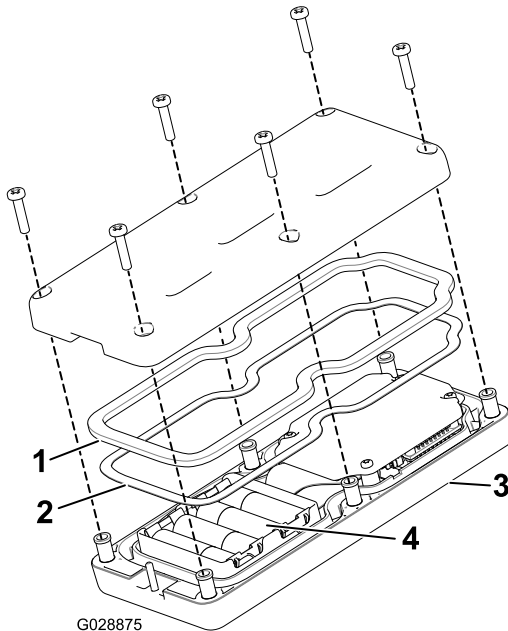

図 12
2. 新しい電池を入れる 向きに注意すること。電池を正しく入れないと、機械が損傷することはないが、操作ができない。電池を入れる箇所にはプラス・マイナスの表示がある図 12。
3. スチール製のガスケットとゴム製のシールをリモートの溝にきちんとはめ、バックカバーを取り付ける (図 12)。
4. ねじ6本を使ってカバーを固定し図 12、各ねじを 1.5 - 1.7N・m 0.15-0.17 kg・m = 13 - 15 in-lb にトルク締めする。